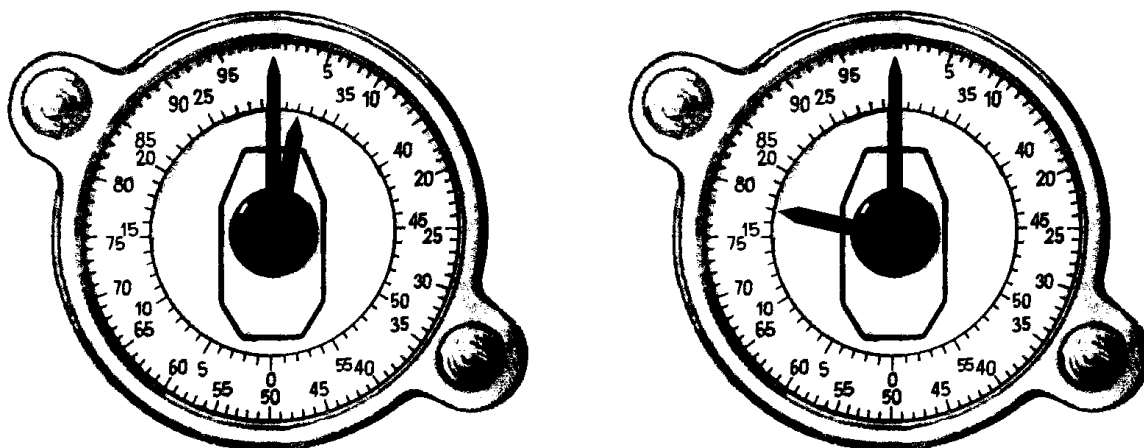

Рис. 18. Положення азимутального покажчика 32-00 та 17-00
- після того, як навідник-оператор розверне башту у положення 32-00 по азимутальному покажчику (рис. 18), направляє разом з навідником-оператором по системі живлення спочатку стрічки з ОФЗ і ОТ снарядами, а потім с БТ снарядами, для чого за допомогою викрутки 1-1x300 зі складу комплекту ЗІП гармати 2А42 просуває стрічки по гвинтовому рукаву, одночасно подаючи команди навіднику-оператору на короточасне вмикнення механізму підтягування стрічки «ПЕРЕМОТКА О» або «ПЕРЕМОТКА Б»¹;